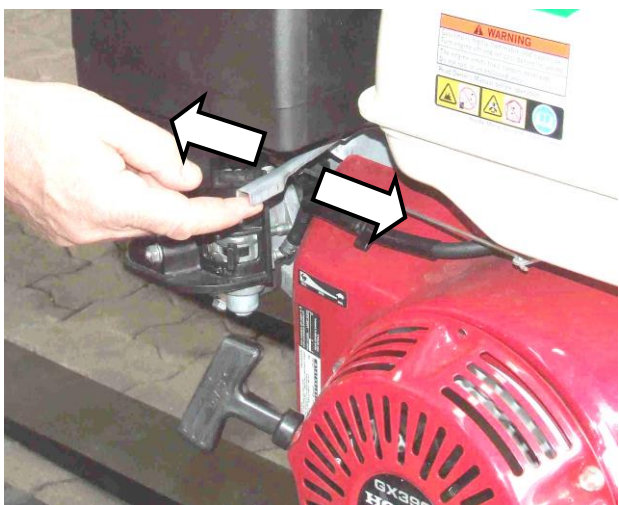

Abb. 4
- Motordrehzahl regulieren (Abb. 4)